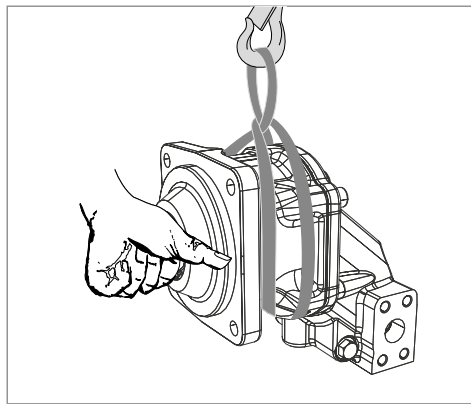

Abb. 5: Transport mit Hebeband
- ▶ Legen Sie das Hebeband so um die Axialkolbeneinheit, dass es weder über Anbauteile (z. B. Ventile, Verrohrung) verläuft, noch dass die Axialkolbeneinheit an Anbauteilen aufgehängt wird (siehe Abb. 5).